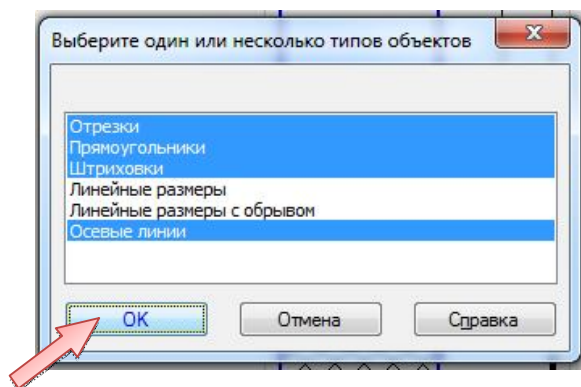

Рис. 2.14. Окно выбора элементов чертежа «Бандаж» для выделения
- Выделите строки списка: *Отрезки, Прямоугольники, Штриховки, Осевые линии*. Нажать кнопку ОК (рис. 2.14).